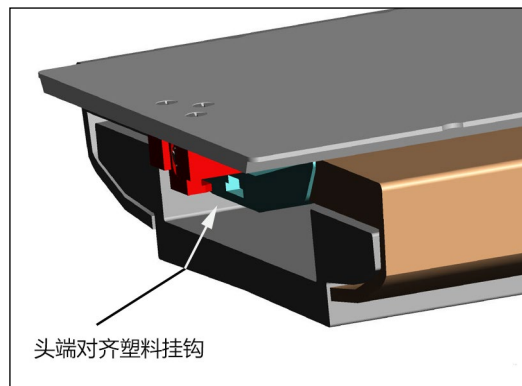

图 25
5. 将 CT 覆盖罩朝向 CT 床板脚端滑动, 直至锁梢固定在 CT 床板配件安装孔上腔中。(此对齐将使 CT 端部左、右和垂直固定)(图 25)。